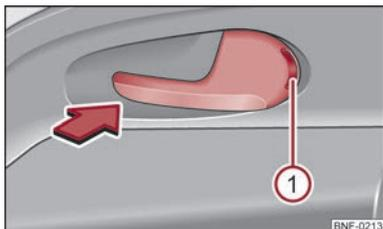

Abb. 11 Türöffnungshebel
- Drücken Sie den Türöffnungshebel in Pfeilrichtung, sodass die rote Markierung ① ⇒ Abb. 11 sichtbar wird.
- Öffnen Sie die Tür durch einmaliges Ziehen am Türöffnungshebel entgegen der Pfeilrichtung ⇒ Abb. 11.